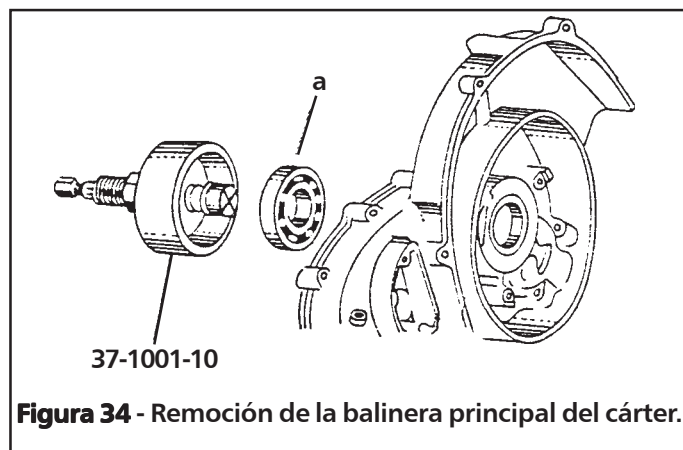

Figura 34 - Remoción de la balinera principal del cárter.
- Si la balinera se queda en el cárter, utilice el extractor 37-1001-10 como se muestra en la **figura 34**.